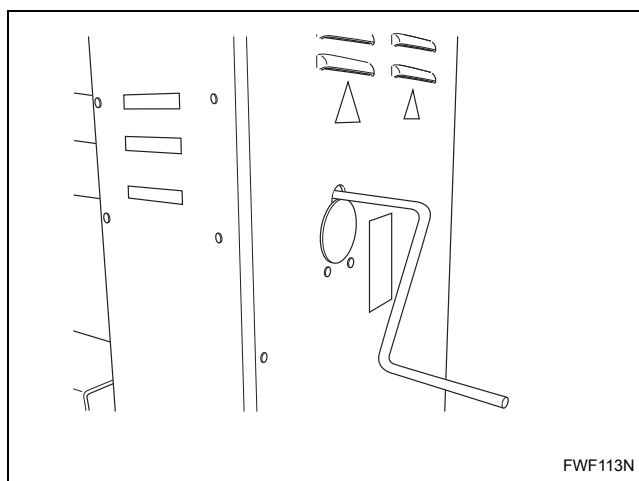

Abbildung 12
- c. Walze mit Kurbelgriff drehen. Siehe *Abbildung 12*.